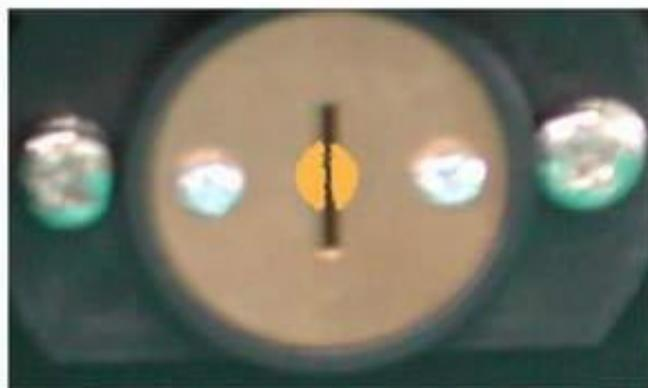

图 6
2. 将波长调至紫外区（220nm~334nm），旋转氙灯，观察紫外光束反射镜后应充满入射狭缝（从仪器后面观察）并在紫外区，显示屏上读数（T 值）应稳定（见图 6）。并将紧固螺栓旋紧。